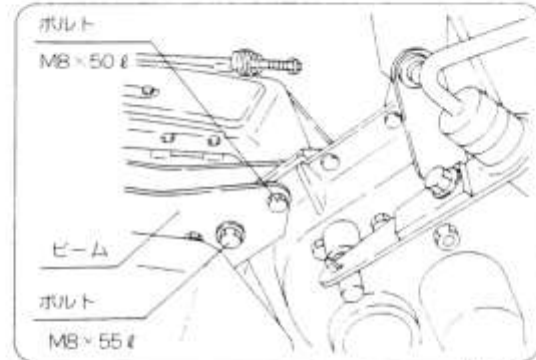

図54
❶ ビーム取付ボルト2本(M8×50ℓ、M8×55ℓ各1本)のナットをゆるめてください。(図54)